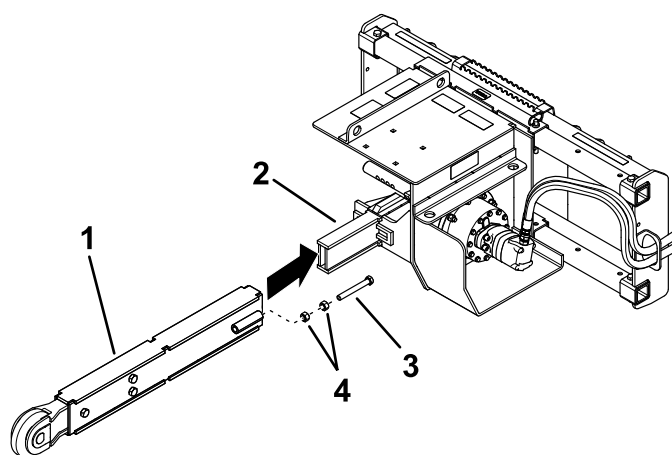

Figura 3
4. Retire las contratuercas y el perno tensor de cada lado de la espada (Figura 3).
6. Inserte los pernos en los tubos, con la cabeza del perno y las tuercas hacia el extremo a instalar en el cabezal de transmisión (Figura 3).
7. Deslice la espada sobre el brazo del cabezal de transmisión (Figura 3).